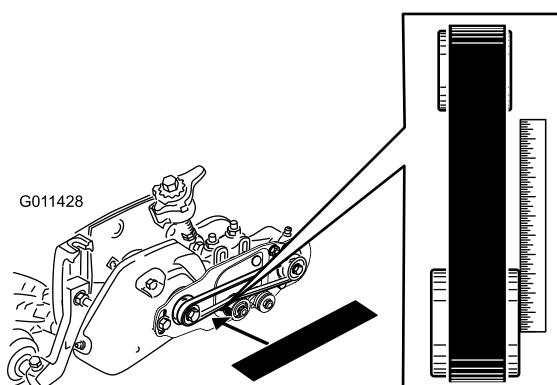

Figura 35
- Disponha uma régua de traçar ao longo da face externa da **polia de transmissão** (Figura 35).